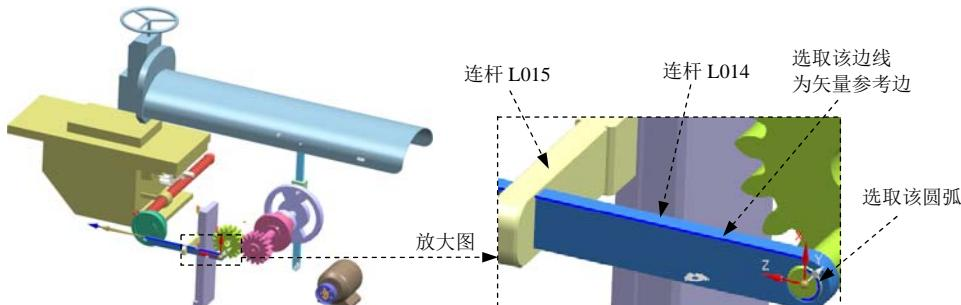

图 10.9.22 定义滑动副（四）
(1) 选择连杆。选取图 10.9.22 所示的连杆 L014。
(2) 定义原点及矢量。在“运动副”对话框的指定原点下拉列表中选取“圆弧中心” 选项，在模型中选取图 10.9.22 所示的圆弧为定位原点参照；选取图 10.9.22 所示的边作为矢量参考边，方向向左。
(3) 添加啮合连杆。在“运动副”对话框的基本区域中选中 喷合连杆复选框，单击选择连杆 (0)，选取图 10.9.22 所示的连杆 L015。
(4) 定义啮合连杆原点及矢量。在“运动副”对话框基本区域的指定原点下拉列表中选取“圆弧中心” 选项，在模型中选取图 10.9.22 所示的圆弧为定位原点参照；选取图 10.9.22 所示的边作为矢量参考边，方向向左。
(5) 单击应用按钮，完成第十四个运动副的添加。